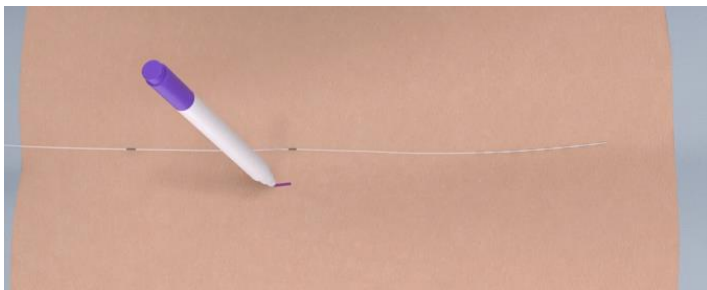

Abbildung 1
2. Markieren Sie am ersten Markierungsstreifen die Inzisionsstelle auf der Haut mit einem Hautmarkierungsstift. (Abbildung 1)